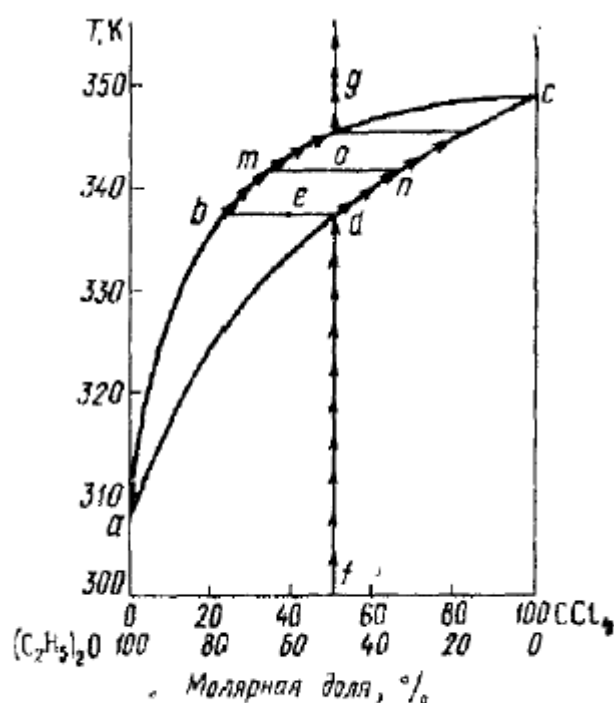

Рис. 25. Диаграмма кипения системы $(C_2H_5)_2O-CCl_4$ при $1,0133 \cdot 10^5$ Па
5. Проанализируйте фазовое состояние системы $CCl_4 - C_2H_5OC_2H_5$ на основании диаграммы кипения (рис. 25). Проведите анализ процесса нагревания системы с молярной долей CCl_4 50 %.
ные. Ниже кривой *adc* состава кипящей жидкости все системы находятся в жидком состоянии. Системы гомогенные, однофазные. Между кривыми *abc* и *adc* система гетерогенная, две фазы, жидкость и пар. Для определения состава равновесных фаз через точку заданного состояния необходимо провести изотерму, так как фазы, находящиеся в равновесии, должны иметь одинаковую температуру. Пересечение изотермы с кривой *adc* состава кипящей жидкости дает состав жидкой фазы, который определяется по оси абсцисс. Пересечение изотермы с кривой *abc* насыщенного пара дает состав пара. Так, система с молярным содержанием CCl_4 40% при 338 К — гетерогенная (точка *e*). Она содержит две фазы, находящиеся в равновесии. Одна фаза — кипящая жидкость с молярным содержанием CCl_4 50%, другая — насыщенный пар с молярным содержанием CCl_4 24 %. Если жидкую систему с молярным содержанием CCl_4 50 % (точка *f*) нагреть до 338 К, то начнется кипение системы. Молярный состав пара, находящегося в равновесии с кипящей жидкостью, будет 24 % CCl_4 . Состав пара беднее тетрахлоридом углерода, чем жидкость. Из жидкой фазы в пар преимущественно уходит диэтиловый эфир. Отсюда жидкая фаза обедняется $\text{C}_2\text{H}_5\text{OC}_2\text{H}_5$ и ее состав меняется, как это показано стрелками на рис. 25. Вместе с изменением состава кипящей жидкости меняется и состав пара, находящегося в равновесии с ней. Изменение состава пара показано стрелками на кривой *abc*. При 342 К в равновесии будут находиться пар и жидкость. Молярные составы жидкой фазы CCl_4 65 % и пара CCl_4 35 %. Изменение состава жидкости и пара и температуры фазового равновесия будет происходить до тех пор, пока состав пара не станет равным составу исходной жидкости *f*. При 345,4 К молярный состав пара будет 50% CCl_4 , вся жидкая фаза превратится в пар. Система станет гомогенной. Молярный состав последней капли жидкости 84 % CCl_4 . При дальнейшем нагревании состав пара меняться не будет.